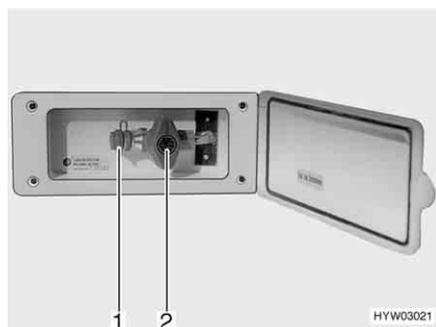

Bild 99 Externer Gasanschluss, Gasabsperrentil geschlossen
Der externe Gasanschluss (Bild 99) befindet sich je nach Modell am Heck oder auf der linken bzw. rechten Fahrzeugseite.
- Externes Gasgerät an der Anschluss-Stelle (Bild 99,1) anschließen.
- Das Gasabsperrentil (Bild 99,2) öffnen.